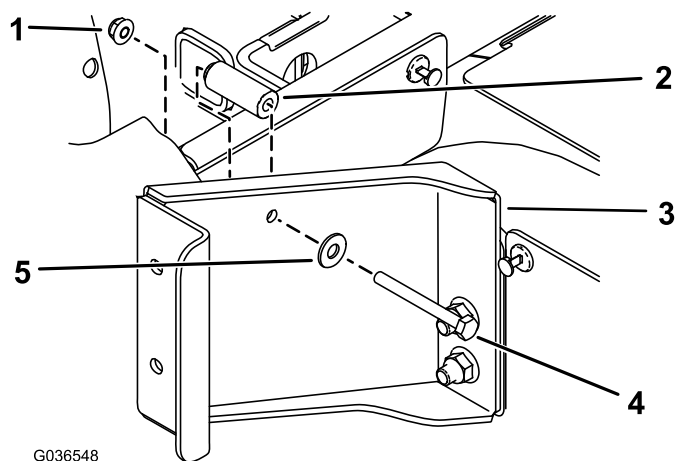

Figura 2
- C. Prenda o suporte por trás da base do banco traseiro utilizando 1 parafuso de cabeça hexagonal (1/4 x 2 1/2"), uma anilha plana (5/16"), 1 espaçador (9/32 x 5/8") e 1 porca flangeada (1/4"), como se mostra na Figura 2.